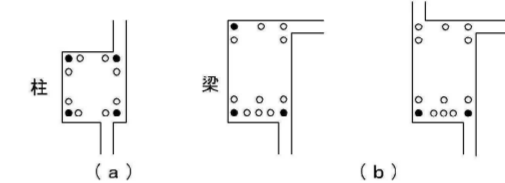

図4.1
- (1) 柱の四隅にある主筋で、重ね継手の場合及び最上階の柱頭にある場合(図4.1の●印で示す鉄筋)。
- (2) 梁主筋の重ね継手が、梁の出隅及び下端の両端にある場合(図4.1.(b)の●印で示す鉄筋)。ただし、基礎梁を除く。